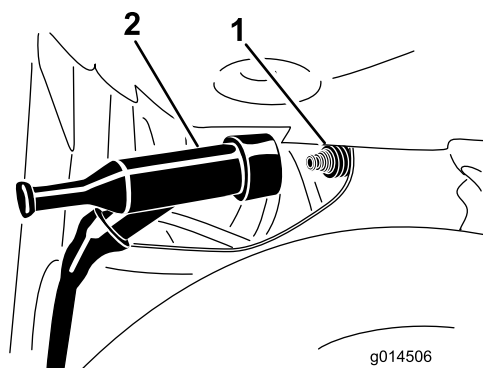

Figura 44
3. Desconecte el cable de bujía del terminal de la bujía (Figura 44).
3. Desconecte el cable de la bujía del terminal de la bujía (Figura 44).